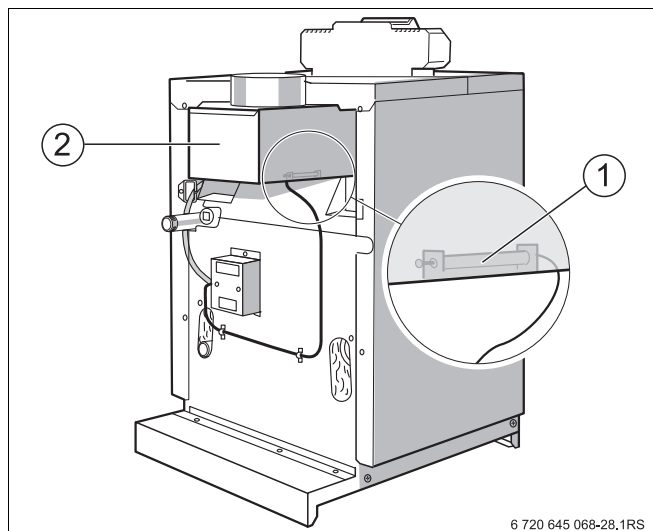

Рис. 2 Система контроля дымовых газов AW 50
- Система контроля дымовых газов AW 50 (Рис. 2, поз. 1) через несколько минут вновь автоматически запускает горелку при наличии запроса на тепло от теплопотребителей.